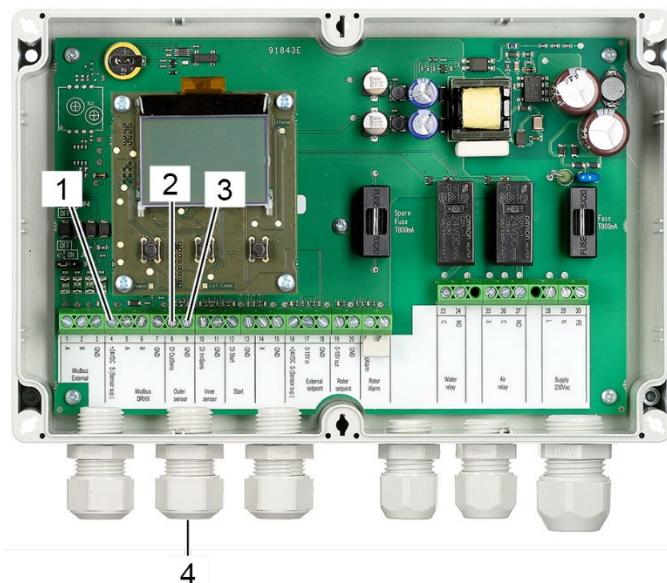

Figura 85: Prensaestopas y terminales del sensor de proximidad del
6. Pase el cable de conexión del sensor de proximidad del perímetro del rotor a través del prensaestopas (Figura 85/4).
7. Conecte el cable marrón de alimentación al terminal 4 (Figura 85/1, +24 V CC S (sensor sup.)) de la unidad de control del dispositivo de limpieza del rotor.
8. Conecte el cable negro de señal al terminal 8 (Figura 85/2, DI)) de la unidad de control del dispositivo de limpieza del rotor.
9. Conecte el cable azul de la conexión a tierra al terminal 9 (Figura 85/3, GND) de la unidad de control del dispositivo de limpieza del rotor.